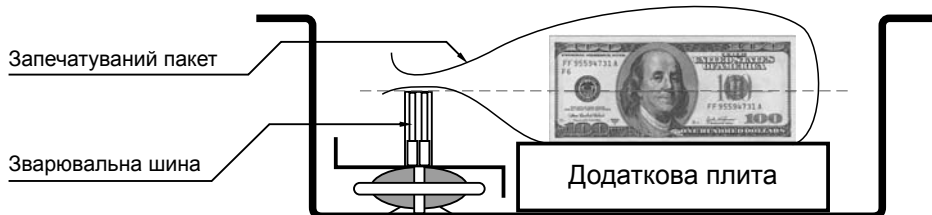

Рис. 5 Порядок укладання пачки в машину
2. При необхідності, встановіть в робочу камеру додаткову плиту ⑩.
3. Укладіть поліетиленовий пакет (з укладеними у нього банкнотами) в робочу камеру, так, щоб сторона пакету, що запаюється лежала на нагрівальному елементі ⑦ (див. Рис. 3), виступаючи за нього приблизно на **1 см.** (див. Рис. 5);